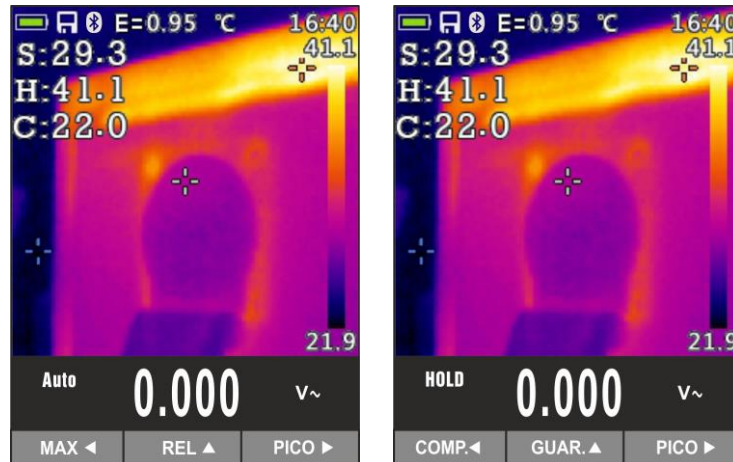

Fig. 41: Guardado imagen IR
9. Pulse la tecla **HOLD/ESC** para fijar el resultado. El mensaje “HOLD” aparece en el visualizador y la tecla **REL ▲** se convierte en **GUAR. ▲** (ver Fig. 41 – parte derecha)